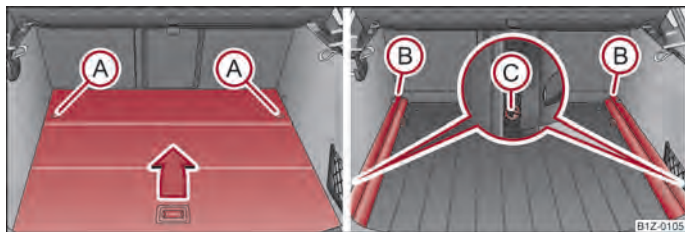

Fig. 62 Portbagajul: Demontarea podelei variabile/Demontarea șinelor de susținere
- Deblocați podeaua variabilă rotind inelul de siguranță (A) ⇒ fig. 62 spre stânga circa 90°.
- Deblocați șinele (B) rotind inelele de fixare (C) spre dreapta circa 90°.